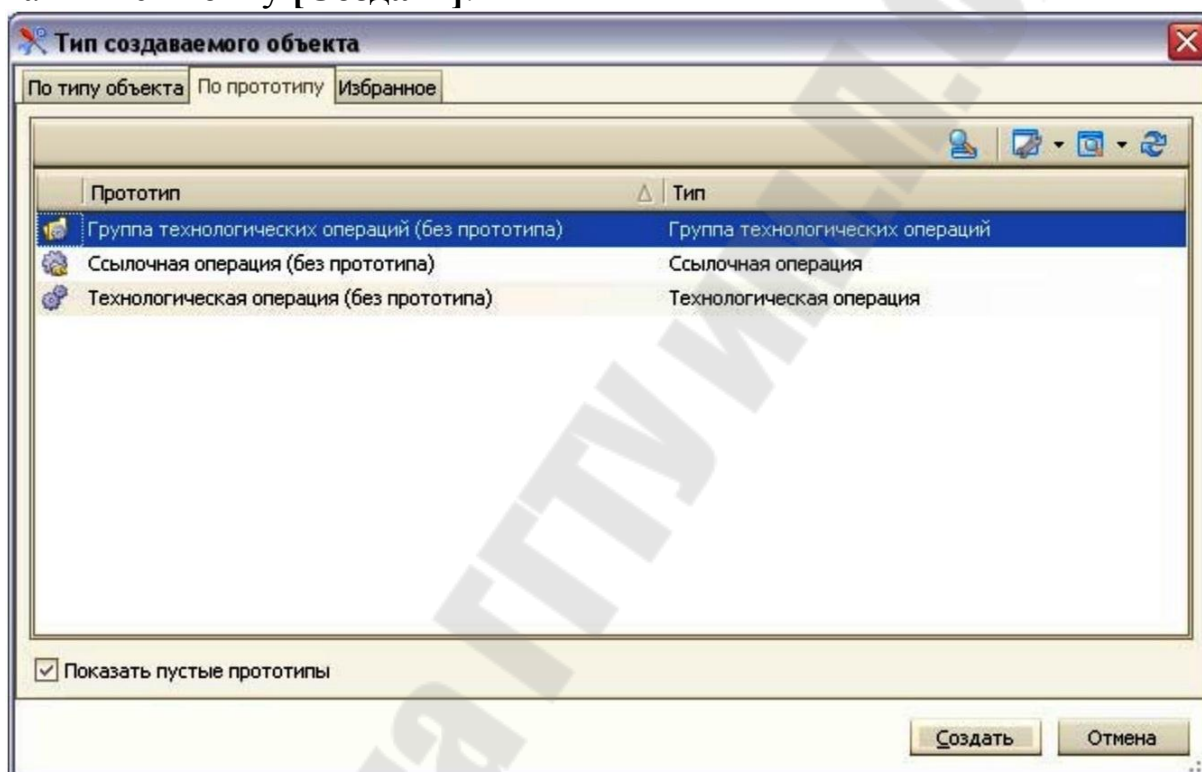

Рис. 23 Окно «Тип создаваемого объекта»
6. В появившемся окне «Тип создаваемого объекта» (рис. 23) выберите необходимый тип (прототип) создаваемого объекта и нажмите кнопку [Создать].
Объект может создаваться на основе типа и прототипа. Для выбора типа или прототипа создаваемого объекта используется диалог «Тип создаваемого объекта» (рис. 23). В диалоге представлены все зарегистрированные в справочнике типы, которые могут быть использованы для создания объектов на данном уровне иерархии (исключая абстрактные), а также созданные на их основе прототипы.
4. В появившемся окне «Тип создаваемого объекта» (рис. 23) выберите необходимый тип (прототип) создаваемого объекта и нажмите кнопку [Создать].